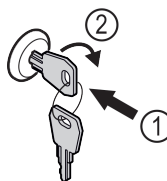

Fig. 95
- Zatlačte kľúč Fig. 95 (1).
- Otočte kľúč o 90° v smere hodinových ručičiek Fig. 95 (2).